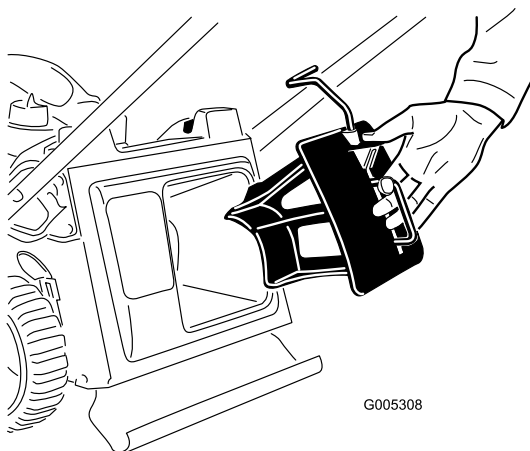

Figura 7
1. Introduzca el tapón de mulching en el cortacésped, si no está instalado ya (Figura 7).